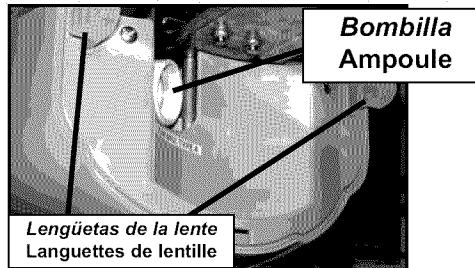

FIG. 9-1 **Resbale la lente en la tapa del motor.**
- Alinee las lengüetas de la lámpara en la caja de control con las ranuras correspondientes en la lente (Fig. 9-1).
- Aligner les languettes de la lentille de la lampe sur la tête motorisée aux fentes correspondantes dans la lentille (Fig. 9-1).